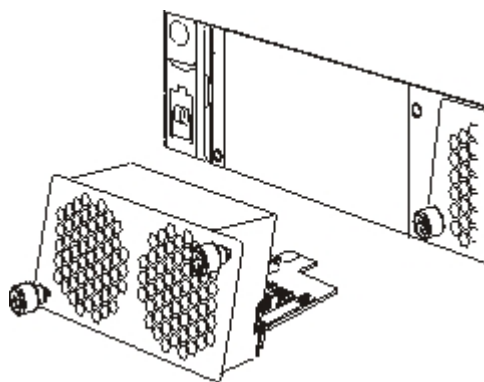
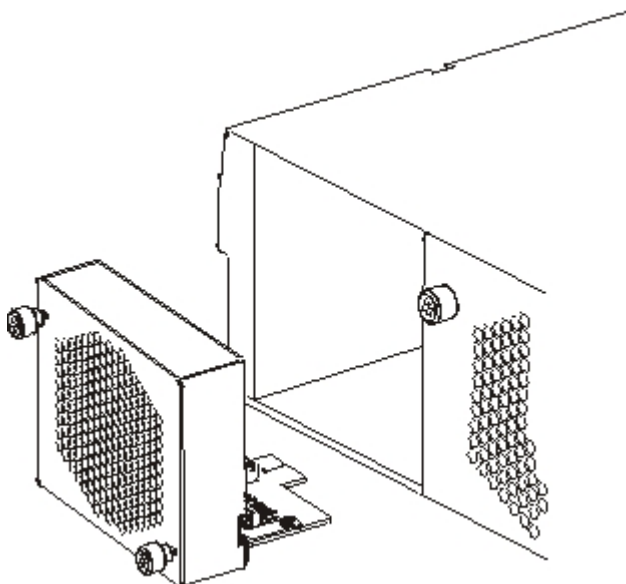

Figura 21. Retire un módulo del ventilador en un dispositivo Tipo 7198
Figura 22. Retire un módulo del ventilador en un dispositivo Tipo 7199
4. Extraiga el módulo del ventilador, tal como se muestra en Figura 21 o Figura 22 en la página 58.